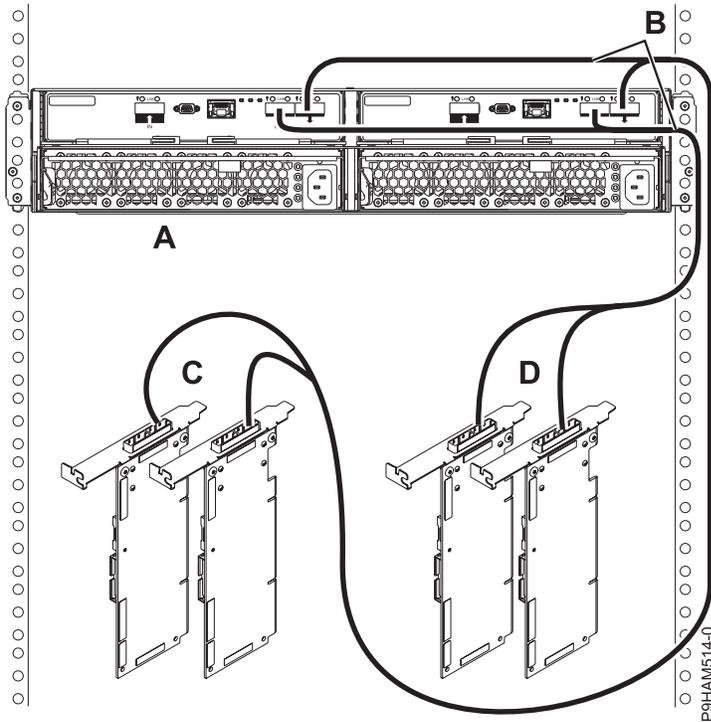

Figure 28. Connexion de mode 2 d'un boîtier d'unité de disque 5887 via des câbles X à deux paires d'adaptateurs SAS
19. Effectuez une connexion de mode 2 d'un boîtier (A) via des câbles X (B) à une paire d'adaptateurs SAS (C et D) comme illustré dans la figure 28, à la page 27, puis passez à la section «Connexion des câbles et des cordons d'alimentation et installation des capots», à la page 29.
- Chaque adaptateur SAS de la paire 1 (C) peut accéder à l'autre adaptateur, ainsi qu'aux baies d'unité D1 à D12.
- Chaque adaptateur SAS de la paire 2 (D) peut accéder à l'autre adaptateur, ainsi qu'aux baies d'unité D13 à D24.